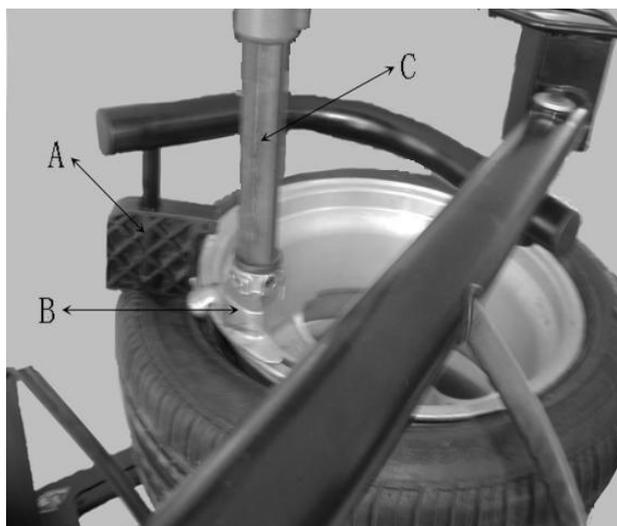

Рис. 7-12
7.2.3 С помощью пресса (Рис.7-12 А) прижмите отрезок шины отрезком диска, снятого с отверстия, и с помощью щетки распределите смазку по краю. Переведите инструментальную головку для демонтажа (Рис.7-12 В) в положение демонтажа. Поместите пресс рядом с инструментом для демонтажа, чтобы вставить край и вставьте рычаг под инструментом для демонтажа между диском и краем (Рис.7-13), поднимите пресс и переместите его в положение напротив инструмента для демонтажа, вставьте край в паз шины и поверните рычаг, чтобы поднять край на инструмент для демонтажа (Рис.7-14). Поверните поворотный стэнд, чтобы отсоединить верхний край.